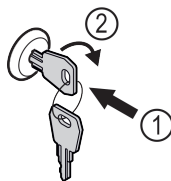

Fig. 67
- ▶ Zatlačte kľúč Fig. 67 (1).
- ▶ Otočte kľúč o 90° v smere hodinových ručičiek Fig. 67 (2).